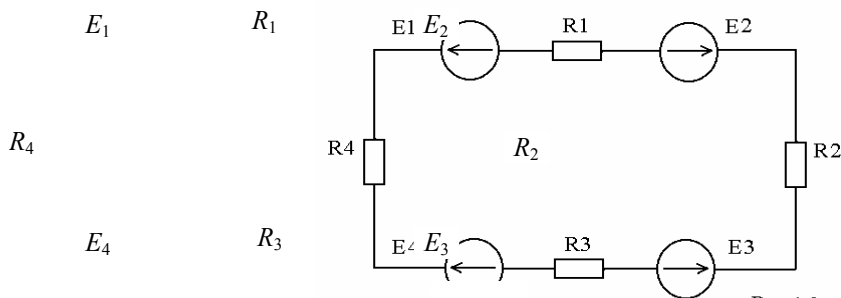

Рис. 1.3
1.1.2. Определить ток в электрической цепи и его направление, если известны следующие параметры цепи (рис. 1.3):  $E_1 = 5$  В,  $E_2 = 12,5$  В,  $E_3 = 6,25$  В,  $E_4 = 5$  В,  $R_1 = 4$  Ом,  $R_2 = 2$  Ом,  $R_3 = 5$  Ом,  $R_4 = 1,5$  Ом.